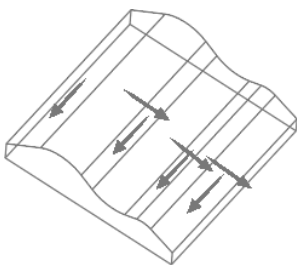

图 3.5.17 切削方向
Step4. 在“曲面列表”中依次选中各曲面标识，然后单击  按钮，调整切削方向，最后的调整结果如图 3.5.17 所示。